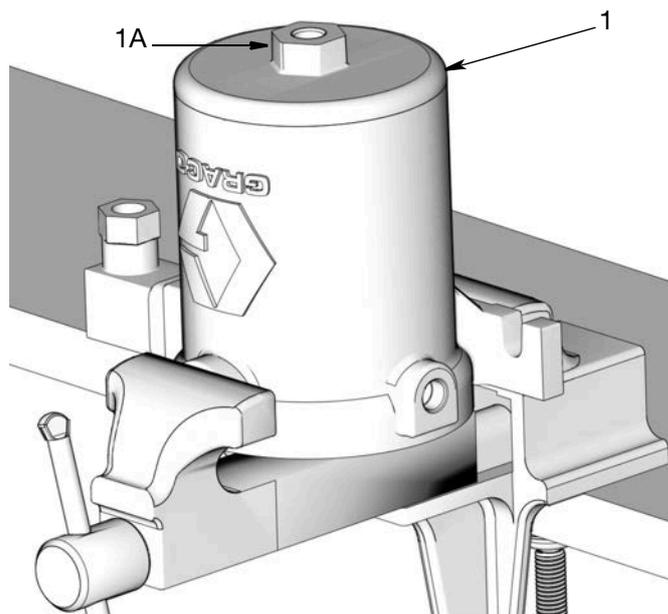

FIG. 20
16. Inspeccione el conjunto del pistón (33) en busca de arañazos y otros daños. Si estuviera dañado, cambie el conjunto del pistón de la bomba (33).
17. Coloque de nuevo el cilindro del motor neumático en un tornillo de banco para acceder a la parte inferior (FIG. 20).
18. Fije una llave a la tuerca de la tapa (1a). Gírela en sentido contrario a las agujas del reloj para aflojar y sacar la tapa (1) de la parte inferior del cilindro del motor neumático. (FIG. 20).